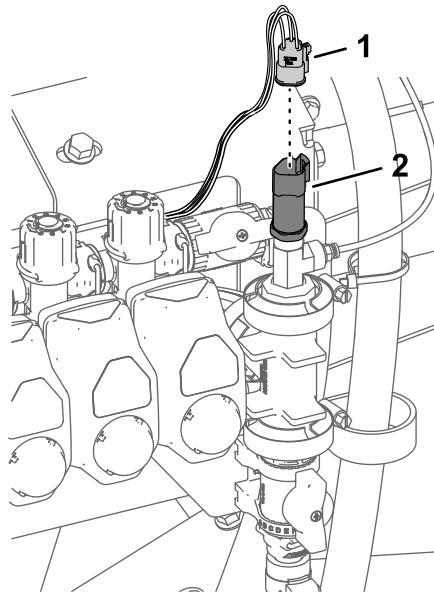

図 46
4. 水圧トランスデューサ用の3ソケットコネクタを接続する図46。